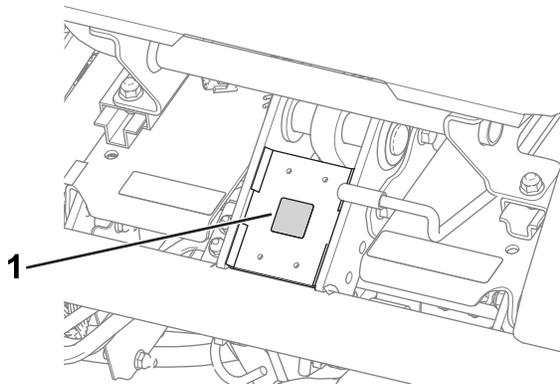

Рисунок 10
- Приклейте наклейку с маркировкой CE на раму под передней стороной сиденья (Рисунок 10).